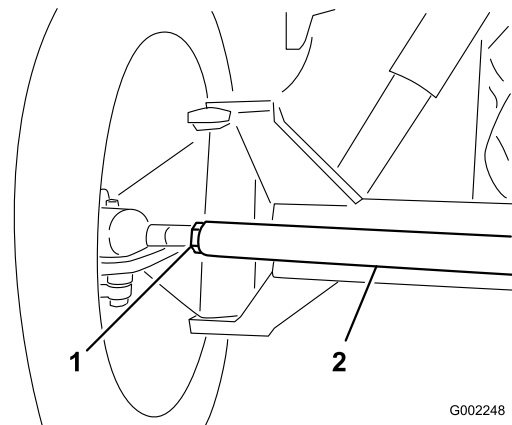

Figura 85
3. Se la misura non rientra nel campo specificato, allentate i controdadi da ambo i lati del tirante (Figura 85).